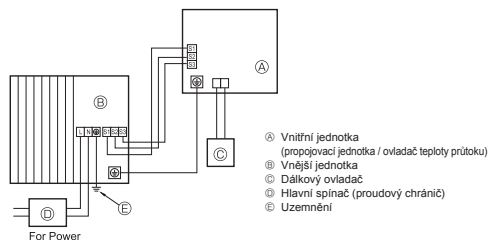
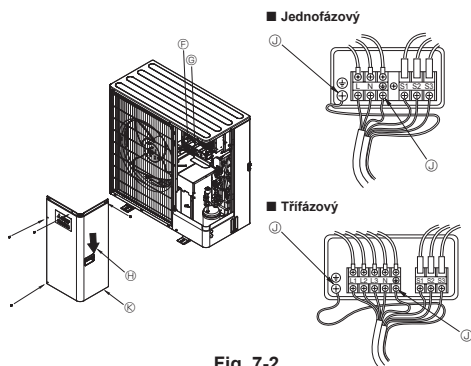

Fig. 7-1
Fig. 7-2
7.1. Vnější jednotka (Fig. 7-1, Fig. 7-2)
- ① Sejměte servisní panel.
- ② Zapojte kabely podle Fig. 7-1 a Fig. 7-2